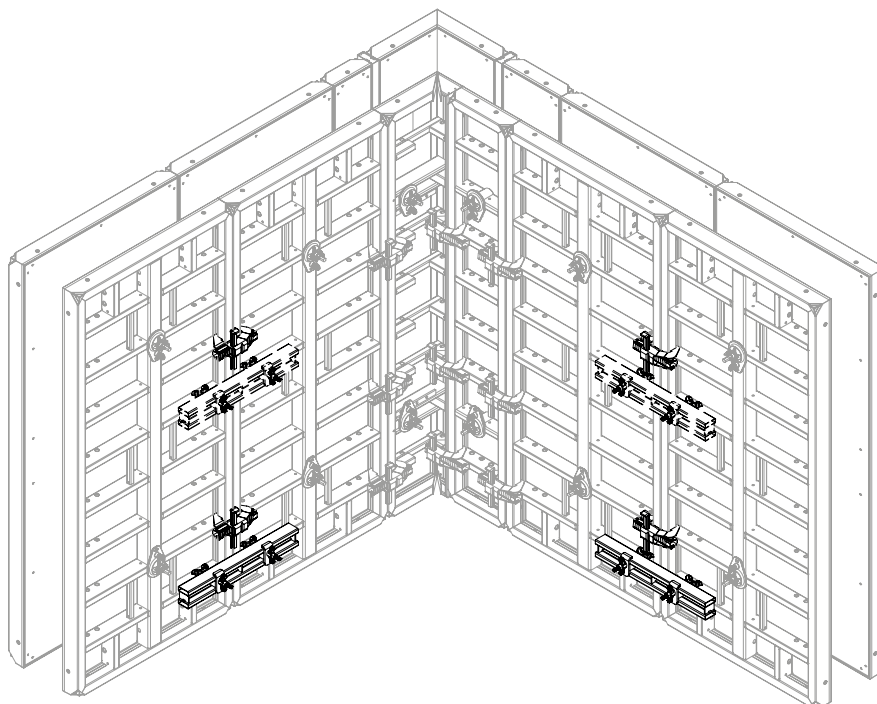

Fig. B3.02
En cas de superposition, une filière de compensation supplémentaire MAR 85 (21) est nécessaire sur le joint de panneau (illustré en pointillés). (Fig. B3.02 + B3.03)
MXI 270 x 50/20 (Fig. B3.02)